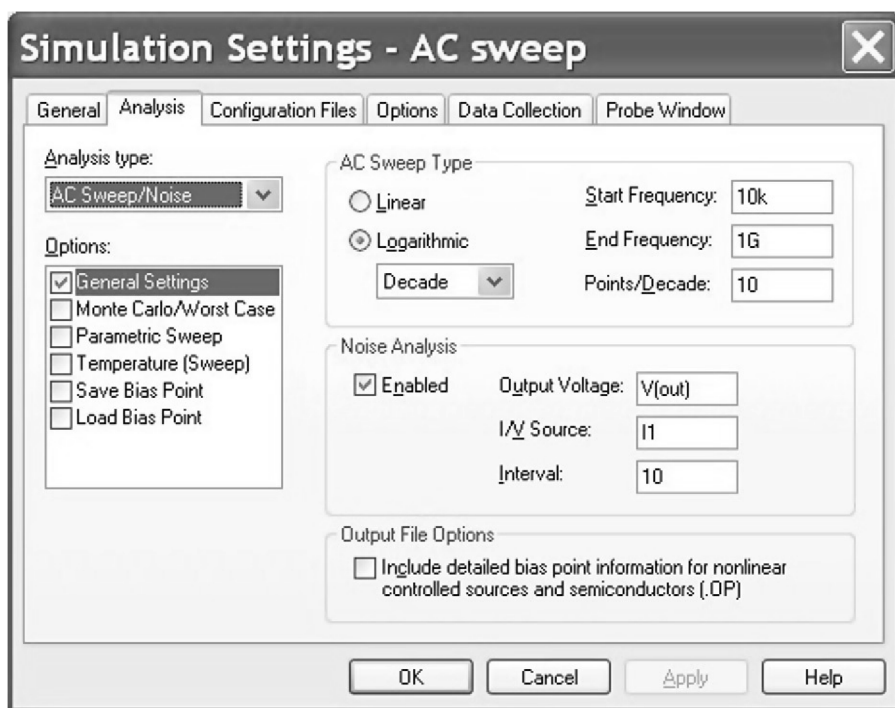

图 14.3 交流分析和噪声分析设置
2. 建立 PSpice 仿真设置文件，对电路进行交流扫描分析，起始频率为 10kHz，截止频率为 1GHz，对数扫描方式，每 10 倍频 10 个频率点。如图 14.3 所示，选择 **Noise Analysis** 噪声分析，输出变量定义为 V(out)，输入源设置为 I1。